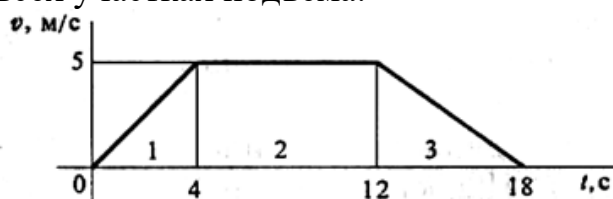

Рисунок 2
2. График изменения скорости лифта при подъеме известен (рис. 2). Масса лифта с грузом 2800 кг . Определить натяжение каната, на котором подвешен лифт на всех участках подъема.